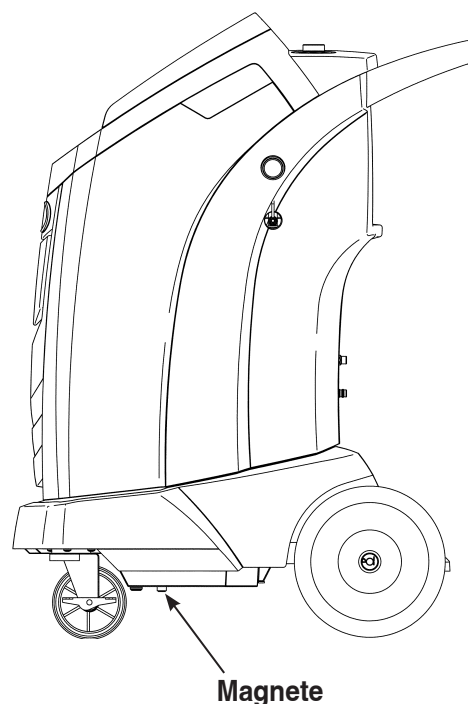

Figura 18
2. Vedere la Figura 18 e verificare che il magnete sulla parte inferiore della stazione sia pulito.